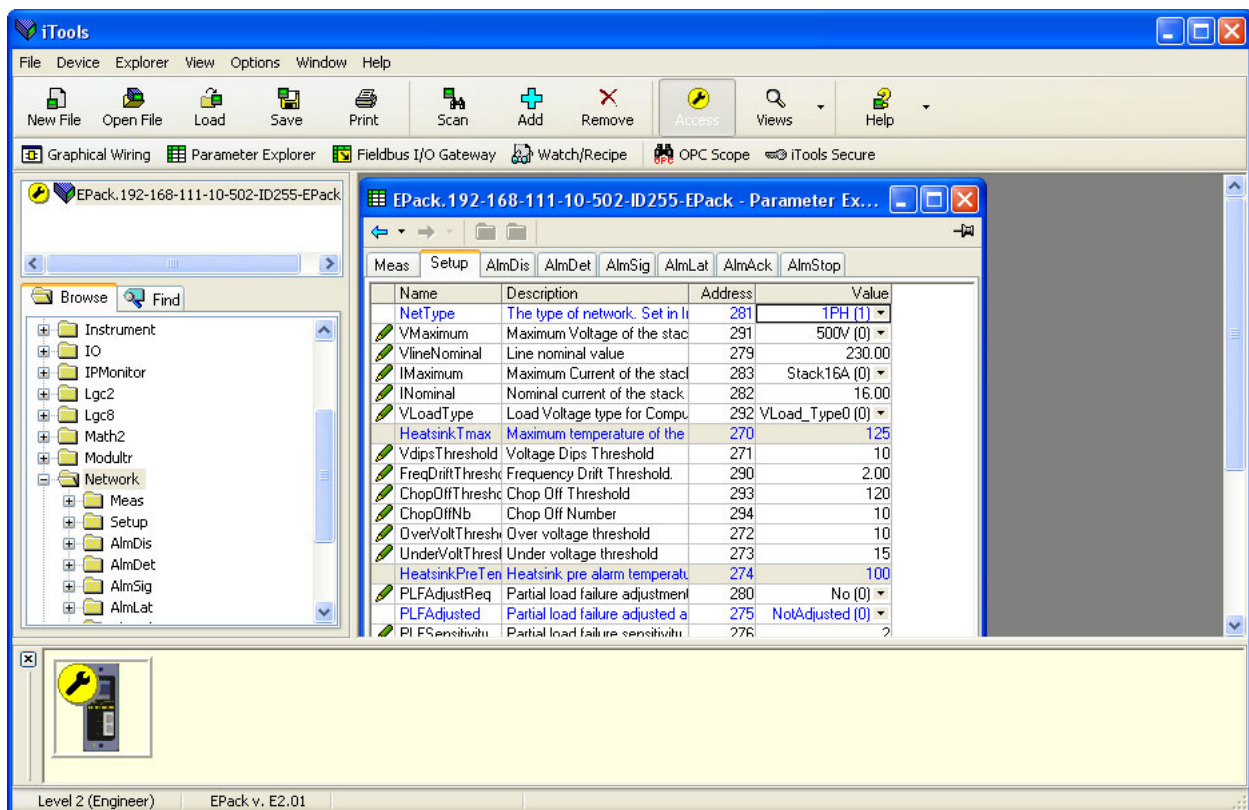
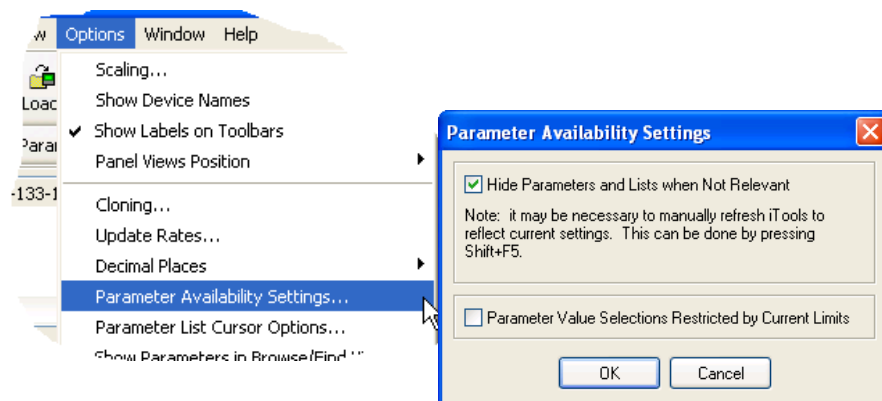

Figura 142 Esempio di tabella di parametri
Figura 145 Mostra/Nascondi parametri
In ogni caso i parametri del blocco funzione vengono visualizzati nella finestra di iTools in formato tabellare, come mostrato in Figura 142.
1. I parametri visualizzati in blu non sono modificabili (sola lettura). Nell'esempio precedente, tutti i parametri sono di sola lettura. I parametri di lettura/scrittura sono visualizzati in nero e presentano un simbolo a forma di "matita" nella colonna di accesso di "lettura/scrittura" sul margine sinistro della tabella. Elementi di questo tipo sono presenti in Figura 142, riportata sopra.
2. Colonne. La finestra Explorer predefinita (Figura 142) contiene le colonne "Nome", "Descrizione", "Indirizzo" e "Valore". Come si può osservare dalla Figura 145 precedente, è possibile selezionare le colonne da visualizzare utilizzando il menu Explorer o il menu di contesto. Nell'esempio precedente è stata abilitata l'opzione "Limits" (Limiti).
3. Parametri nascosti. Come impostazione predefinita, iTools nasconde i parametri considerati irrilevanti nel contesto corrente. È possibile visualizzare i parametri nascosti nella tabella utilizzando la voce "Parameter Availability" (Disponibilità parametri) nel menu delle opzioni (Figura 145). Tali elementi vengono visualizzati con uno sfondo ombreggiato.